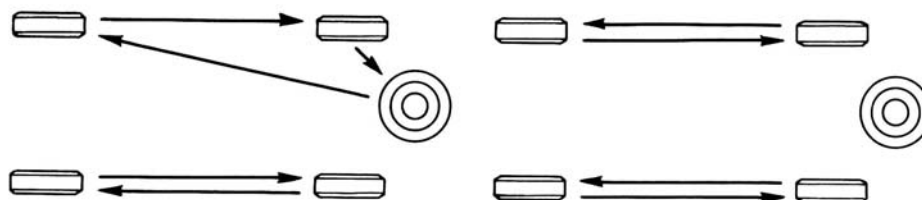

Рис. 9.10. Схема перестановки колес
– перестановку шин (рис. 9.10) следует производить по необходимости. Основанием для перестановки шин могут служить необходимость получения равномерного износа всех шин, в том числе и запасной, а также обеспечение правильного подбора шин по осям. На оси следует устанавливать шины, имеющие одинаковый износ протектора, причем более надёжные шины следует устанавливать на переднюю ось автомобиля.